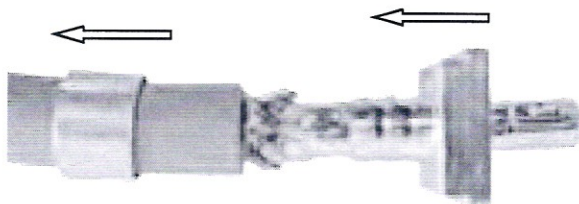

Рисунок 17 – Монтаж обжимного фланца
6.4 Завести обжимной фланец над экранированной фольгой под внешнюю экранированную оплетку до изоляции кабеля, обеспечив плотный контакт конца изоляции кабеля и обжимного фланца. Убедиться, что штуцер фланца заведен под экранирующую оплетку кабеля как можно дальше (рис. 17).